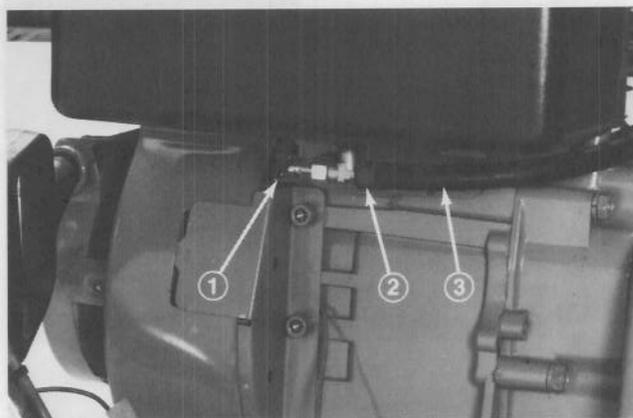

Figure 30
1. Fermez le robinet d'arrêt de l'essence situé sous le moteur (Fig. 30).
3. Desserrez les pinces à tuyau qui attachent le conduit d'alimentation sur le robinet d'arrêt, puis enlevez le conduit du robinet d'arrêt (Fig. 30).